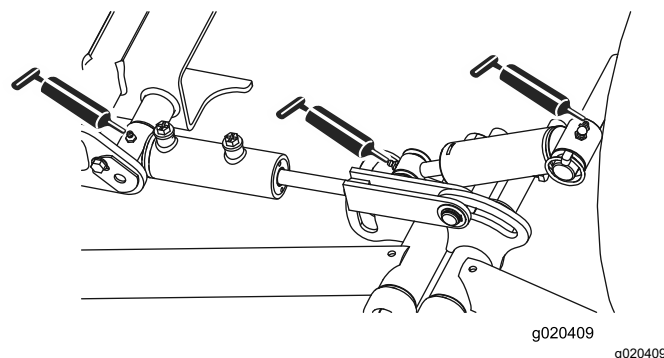

Figura 42
- Articulações do braço de elevação frontal e cilindros de elevação (3 cada); consulte Figura 42.